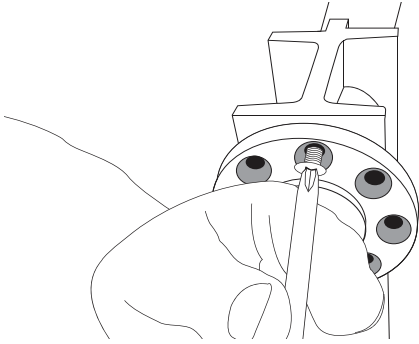

FIGURE 6
1. Destornille y remueva los tornillos de ajuste de la placa (Fig. 6).